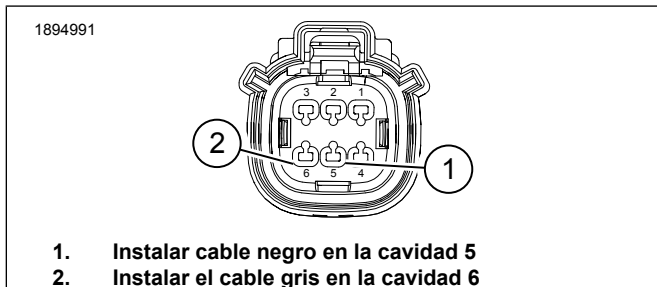

Figura 8. Conector de la alforja derecha de 6 vías [289B]
9. Figura 8 Enrute el ramal restante del arnés exterior de la alforja izquierda a lo largo del arnés del amplificador de la alforja derecha y asegúrelo con correas de cables.
- b. Inserte el terminal del cable negro en la cavidad 5 (1).
- c. Inserte el terminal del cable gris en la cavidad 6 (2).